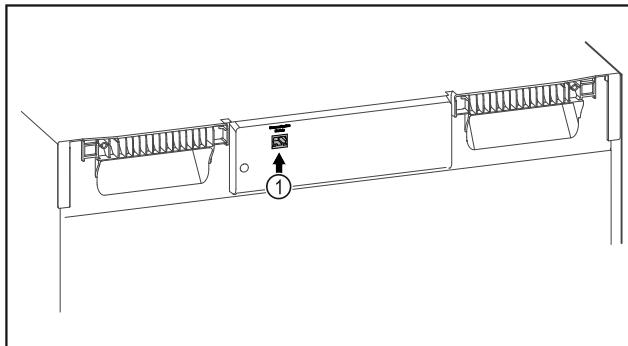

Fig. 131
SmartModule Fig. 131 (1) установлен.